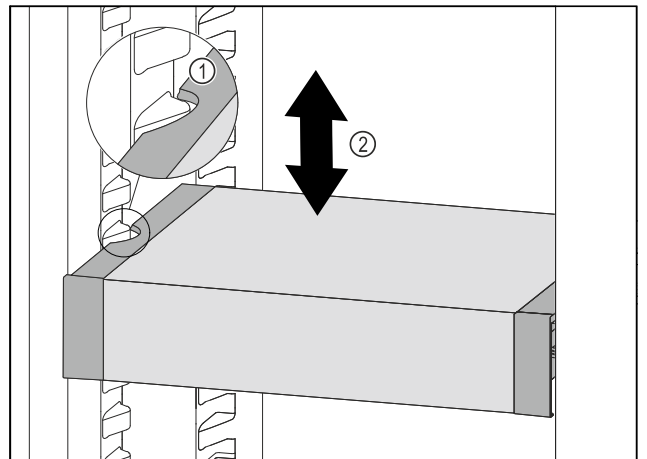

Fig. 105
- ▶ Tire del VarioSafe hacia delante hasta que los huecos laterales del VarioSafe se encuentren a la altura de la nervadura del recipiente en el compartimento del frigorífico. Fig. 105 (1)
- ▶ Mueva el VarioSafe hacia arriba o hacia abajo en el compartimento del frigorífico hasta alcanzar la altura deseada. Fig. 105 (2)